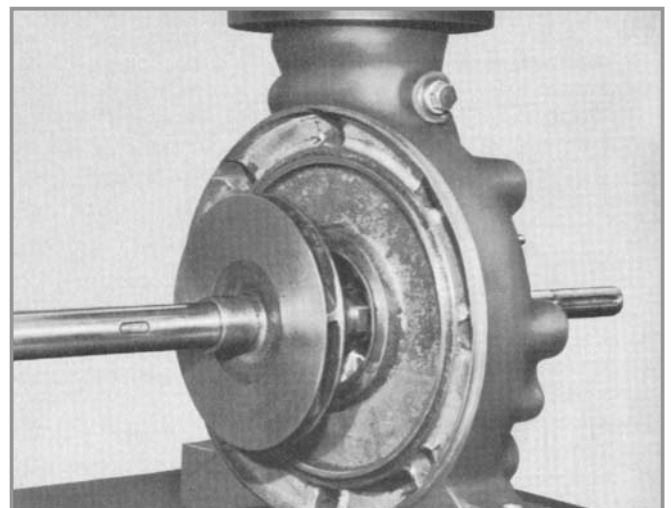

Fig. 81 - Eixo (210) montado no corpo de sucção (106)
10. Montar o eixo (210) no corpo de sucção (106) (vide Fig. 81).